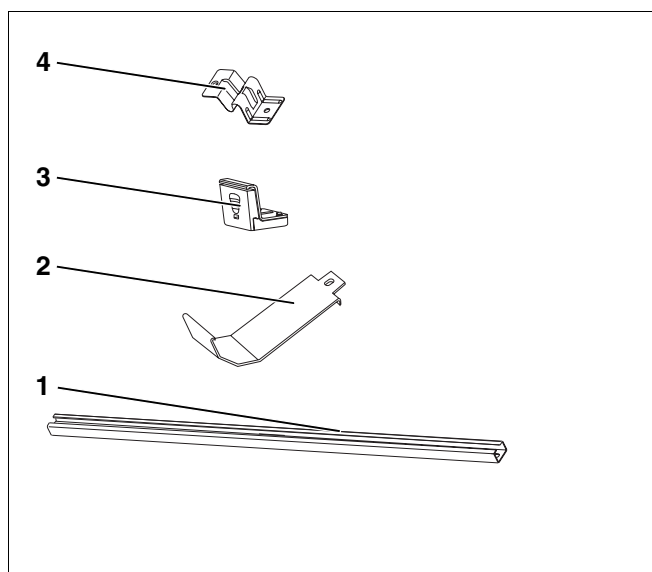

Fig. 2 Juego de montaje básico
4.2.1 Juego de montaje básico (para cada panel del primer colector) – fig. 2